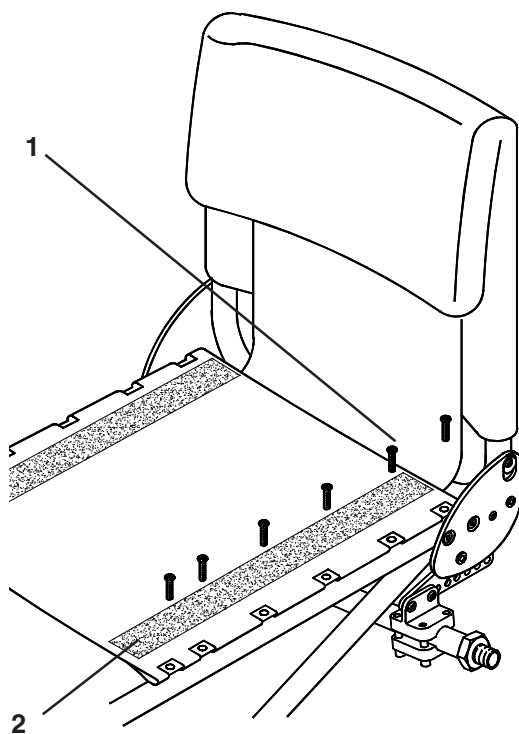

Fig. 30
La toile d'assise (Fig. 30) peut être retendue en utilisant des panneaux Velcro® sous le siège (2). Retirer les vis cruciformes n° 2 (1) retenant le côté gauche de l'assise avec un tournevis approprié, réajuster le Velcro® pour tendre correctement l'assise. Replacer les vis et serrer jusqu'à 8-10Nm.